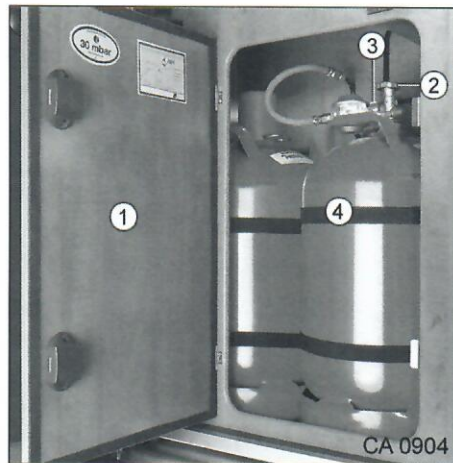

Abb. 51 Gaskasten
1. Möbeltür (Abb. 51, Pos. 1) für Gaskasten öffnen.
2. Hauptabsperrentil (Abb. 51, Pos. 2) an der Gasflasche schließen (Pfeilrichtung beachten).
3. Rändelmutter (Abb. 51, Pos. 3) öffnen (Linksgewinde).
5. Befestigungsgurte (Abb. 51, Pos. 4) lösen und Gasflasche herausnehmen.
7. Gasflasche mit den Befestigungsgurten (Abb. 51, Pos. 4) befestigen.
8. Gasschlauch an die Gasflasche ansetzen und Rändelmutter (Abb. 51, Pos. 3) von Hand fest zudrehen (Linksgewinde).
9. Möbeltür (Abb. 51, Pos. 1) schließen und verriegeln.